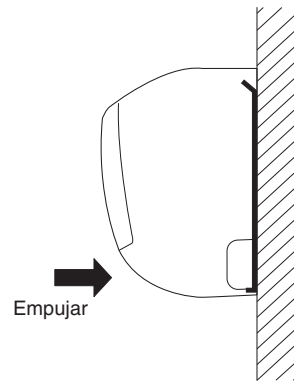

Fig. 3-22
- (1) Para instalar la unidad interior, monte la unidad interior en las 3 lengüetas de la parte superior de la placa posterior.
- (2) Sujete la salida de descarga de aire y presione la parte inferior de la unidad interior hasta que se escuche un clic, para así fijar con seguridad las dos lengüetas en la parte inferior de la placa posterior. (Fig. 3-22)